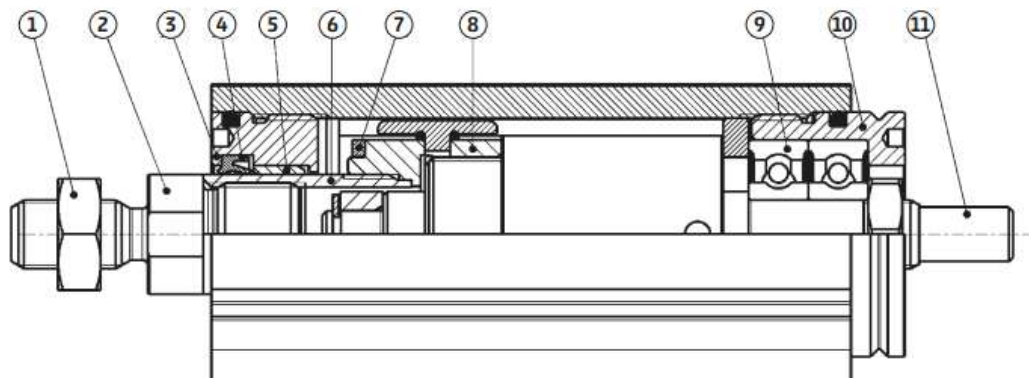

Рисунок 1 – Внешний вид и конструкция модуля
1.3.2 Состав модуля (см. рисунок 1):